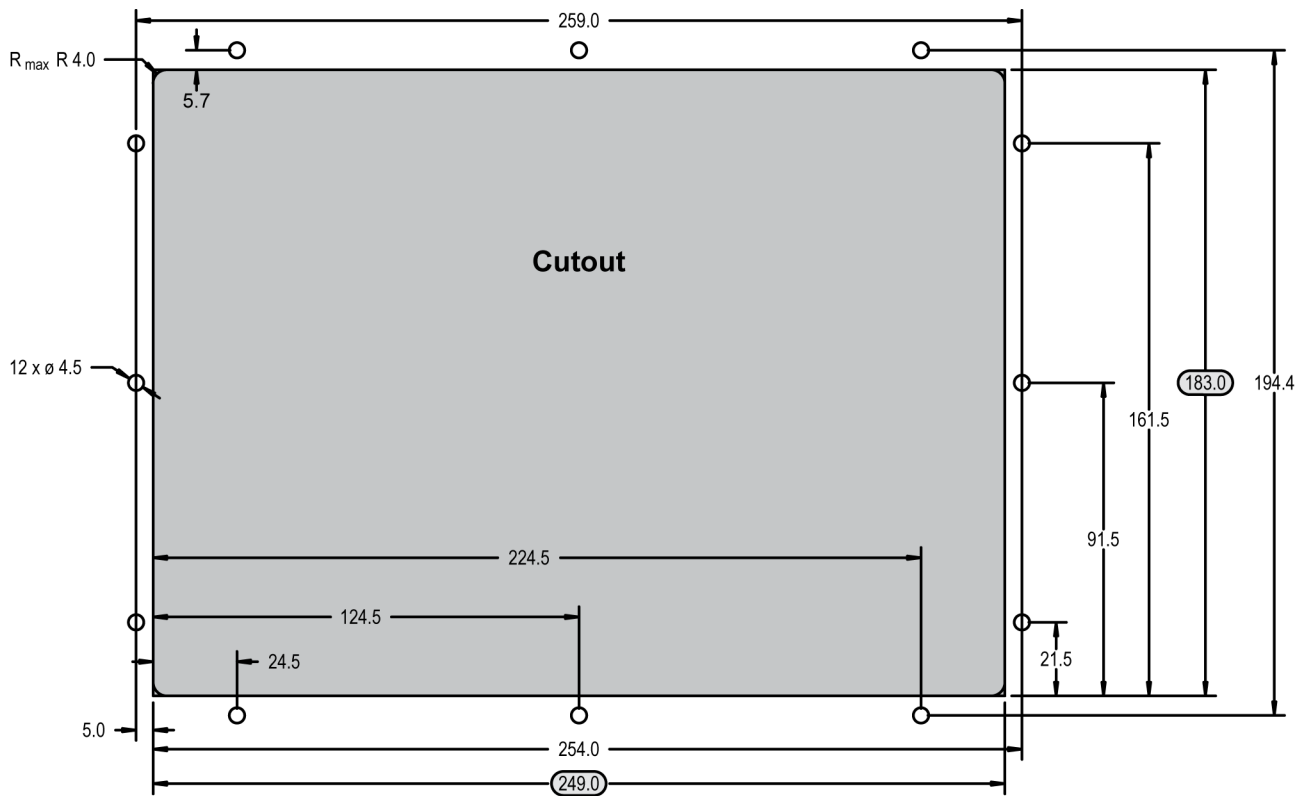

Abb. 35: Kunststoffgehäuse - Bohrschema
Das Gehäuse wird mit 12 Gewindebuchsen (Abb. 35) geliefert, die alle für die erforderliche Schutzart ordnungsgemäß angezogen werden müssen.
1. ➤ Schneiden Sie die Schalttafel aus und bohren Sie die Löcher entsprechend den Abmessungen in Abb. 35 (Abmessungen in mm dargestellt).